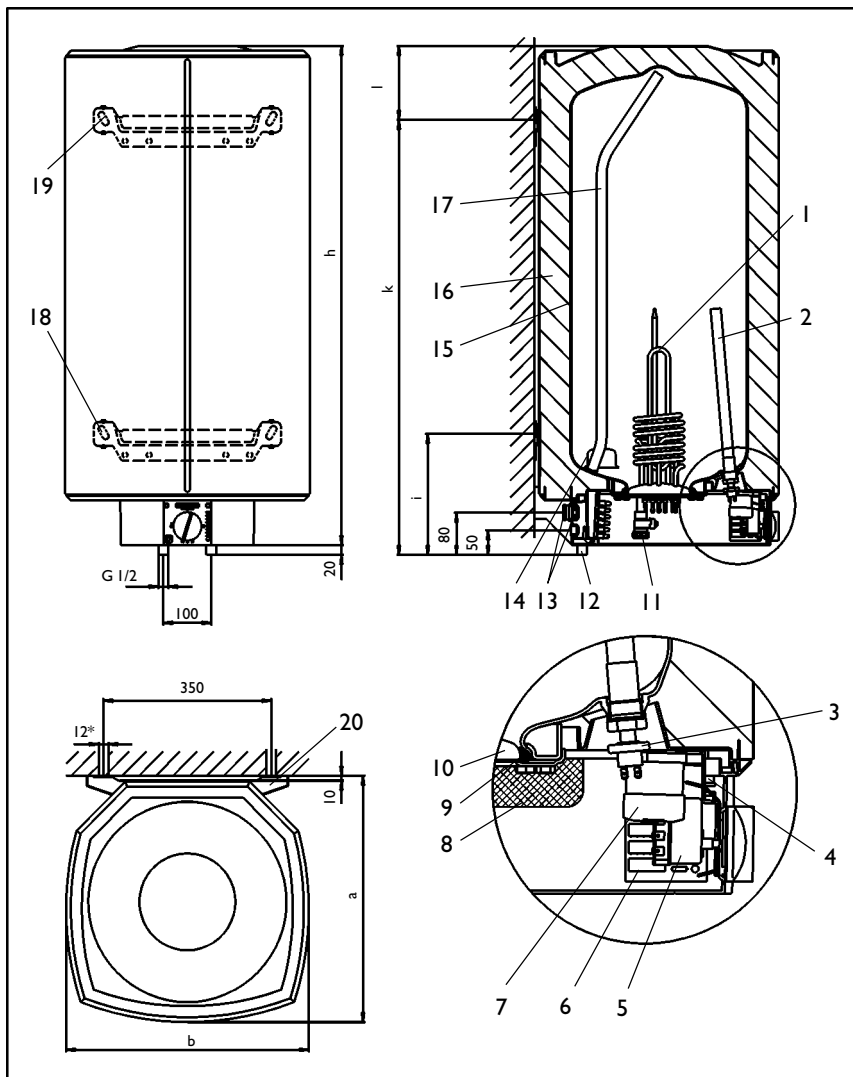

Рис. 6
- монтировать вертикально, как показано на рис.6;